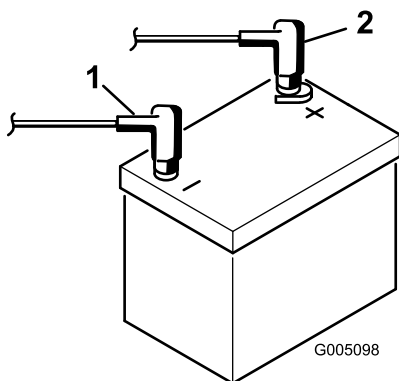

Figura 6
9. Conecte el cable positivo (rojo) al borne positivo (+) y el cable negativo (negro) al borne negativo (-) de la batería y sujételos usando los pernos y las tuercas (Figura 6). Deslice la cubierta de goma sobre el terminal positivo para evitar posibles cortocircuitos eléctricos.